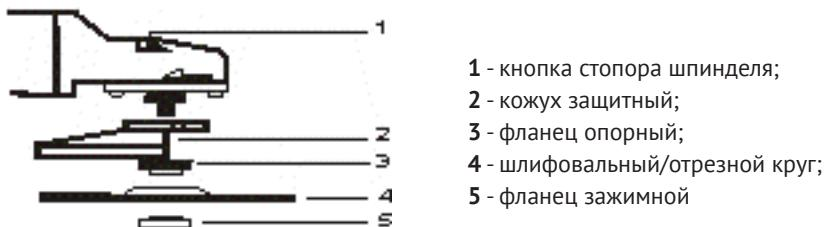

рис. 2
2.2.1 Выбрать круг (рис.2 поз.4) для предполагаемого вида работы, и зажимным фланцем (рис.2 поз.5) зафиксировать его, с помощью входящего в комплект ключа, на шпинделе.
3.3 Для монтажа рабочего круга (рис.2 поз.4) отключите от сети штепсельную вилку шлифмашины. Зафиксирував шпиндель нажатием кнопки (рис.2 поз 1) механизма стопора, установите круг в соответствие с рис.2. Для закручивания зажимного фланца (рис.2 поз.5) используйте ключ, имеющийся в комплекте поставки. Не прилагайте чрезмерного усилия при затяжке. Проверьте вращение шпинделя с кругом (вращение должно быть свободным).
3.5 В случае затруднения демонтажа рабочего круга, во избежание поломки стопора (рис.2 поз.1), используйте гаечный ключ для удержания шпинделя шлифмашины.